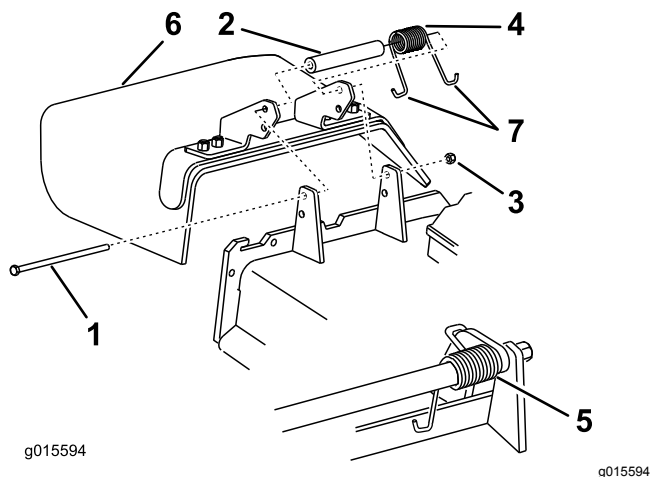

Figure 6
- Retirez le contre-écrou, le boulon, le ressort et l'entretoise qui fixent le déflecteur aux supports de pivot (Figure 6).
- Déposez le déflecteur d'herbe (Figure 6).